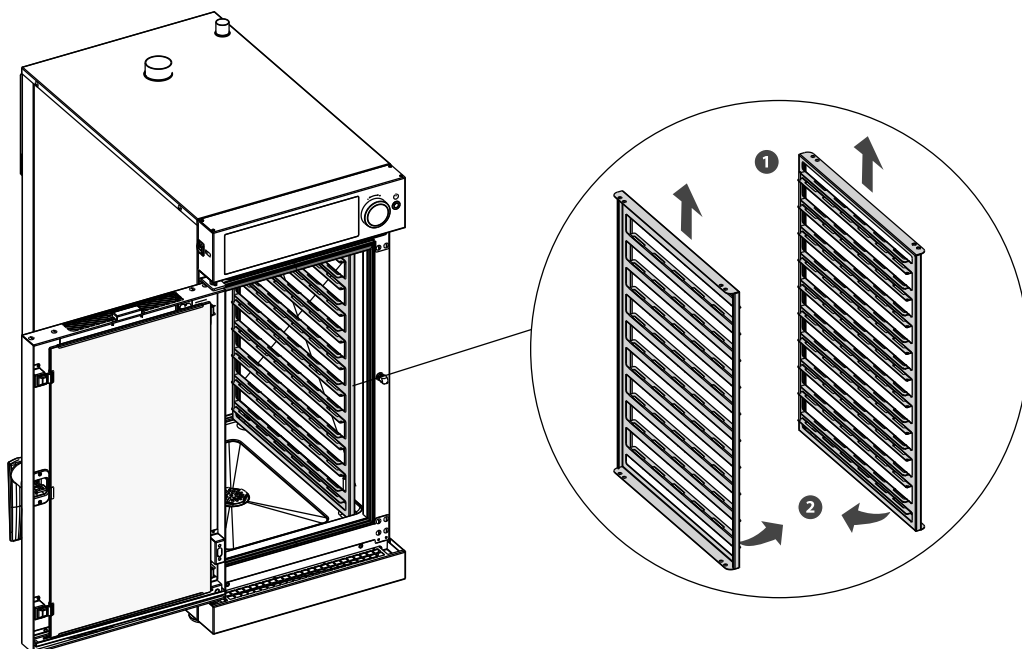

Abb. 13
3. Die Blechhalterungen wie in Abb. 13 gezeigt herausziehen;